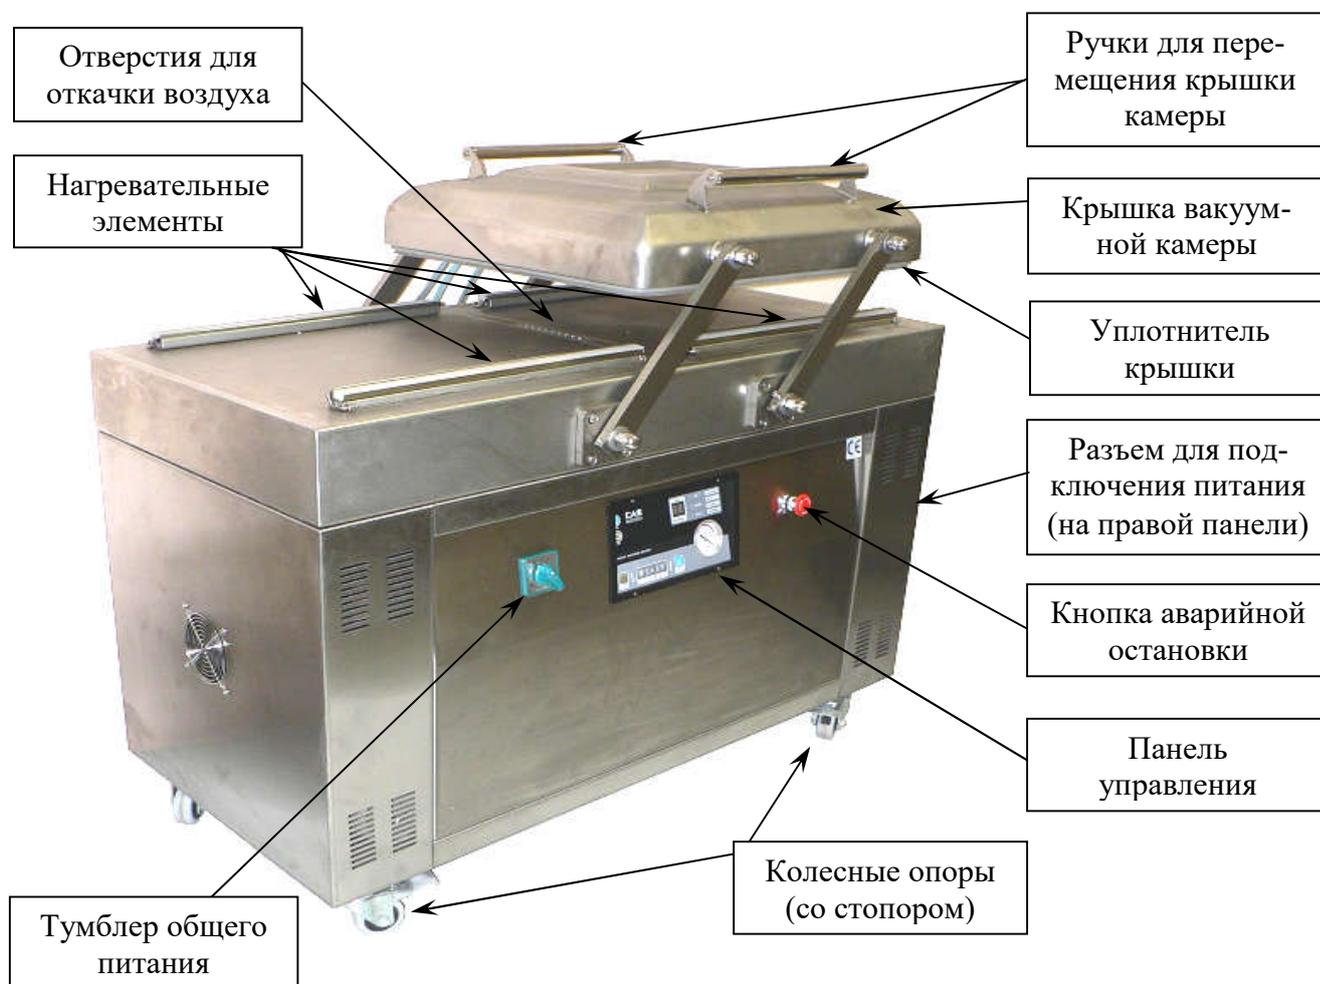

Рисунок 4.1 - Общий вид и обозначение основных элементов
- ❑ Подключить кабель электропитания в розетку с соответствующим напряжением и включить тумблер общего питания, расположенный на лицевой стороне вакуумного упаковщика (см. рисунок 4.1).